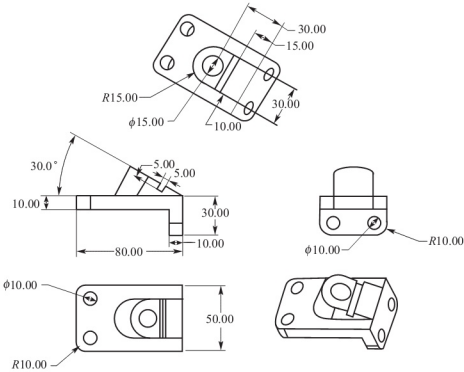

图 10.56 生成工程图
- (3) 创建如图 10.56 所示零件的三维模型，并生成工程图。